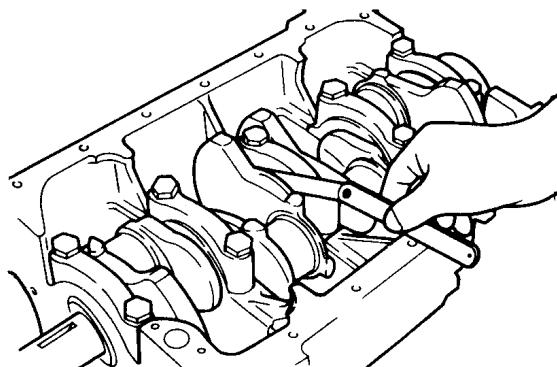

图 2-114 检查曲轴轴向间隙
(4) 在安装轴承盖螺栓时一定要使用螺杆部分长度符合标准值要求的螺栓。螺栓长度极限值为 71.1mm。如果超出极限值则应予以更换。按照规定顺序拧紧各轴承盖螺栓, 先拧紧到 $25N \cdot m$, 然后再增拧 $1/4$ 圈。
(5) 如图 2-114 所示, 检查曲轴轴向间隙。把曲轴向后推, 然后用厚薄规插入曲轴主轴颈侧面和推力轴承端面之间测量曲轴的轴向间隙。曲轴轴向间隙标准值为 0.05~0.18mm; 极限值为 0.25mm。